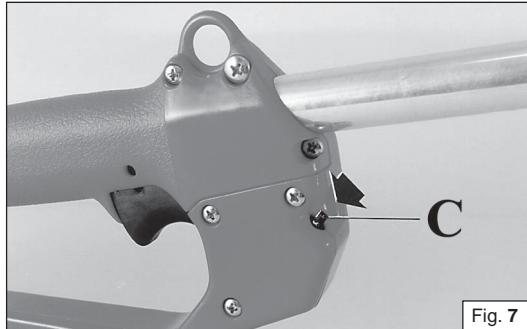

Fig. 7
- 16 - Не допускайте использование электрокосы в легко воспламеняемых или взрывоопасных областях (Рис. 7).
- 18 - Храните электрокосу в сухом месте, вдали от источников тепла и сырости (Рис. 7).
- 16 - Nie używać prycinarki elektrycznej w środowisku grożący wybuchem lub pożarem (Rys. 7).
- 18 - Przechować urządzenie w suchym pomieszczeniu, daleko od źródeł ciepła oraz ponad podłożem. Nie narażać prycinarki elektrycznej na działanie warunków atmosferycznych (deszczu) ani innych warunków podwyższoną wilgotności (Rys. 7).